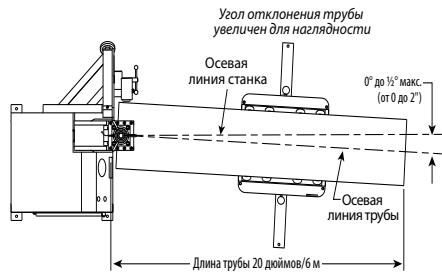

РИС. 4 - УГОЛ КОНТРОЛЯ ТРАЕКТОРИИ
5. Расположите трубную подставку таким образом, чтобы она была отклонена примерно на 0 – $1/2^\circ$ влево для угла контроля траектории. Смотрите Рис. 4 ниже.